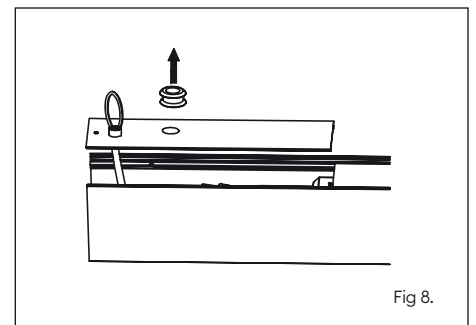

Fig 8.
6. Retirez le passe-câble et installez le presse-étoupe PG afin d'appliquer une décharge de traction au câble (fig. 8 et 11).